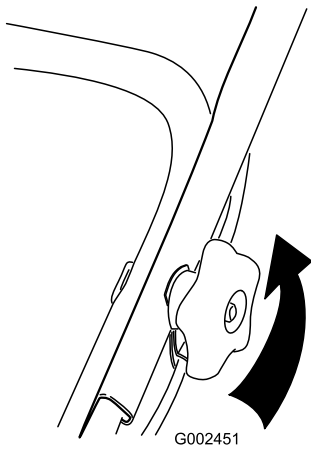

Figura 41
1. Afloje los pomos del manillar hasta que pueda mover libremente la sección superior del mismo (Figura 41).